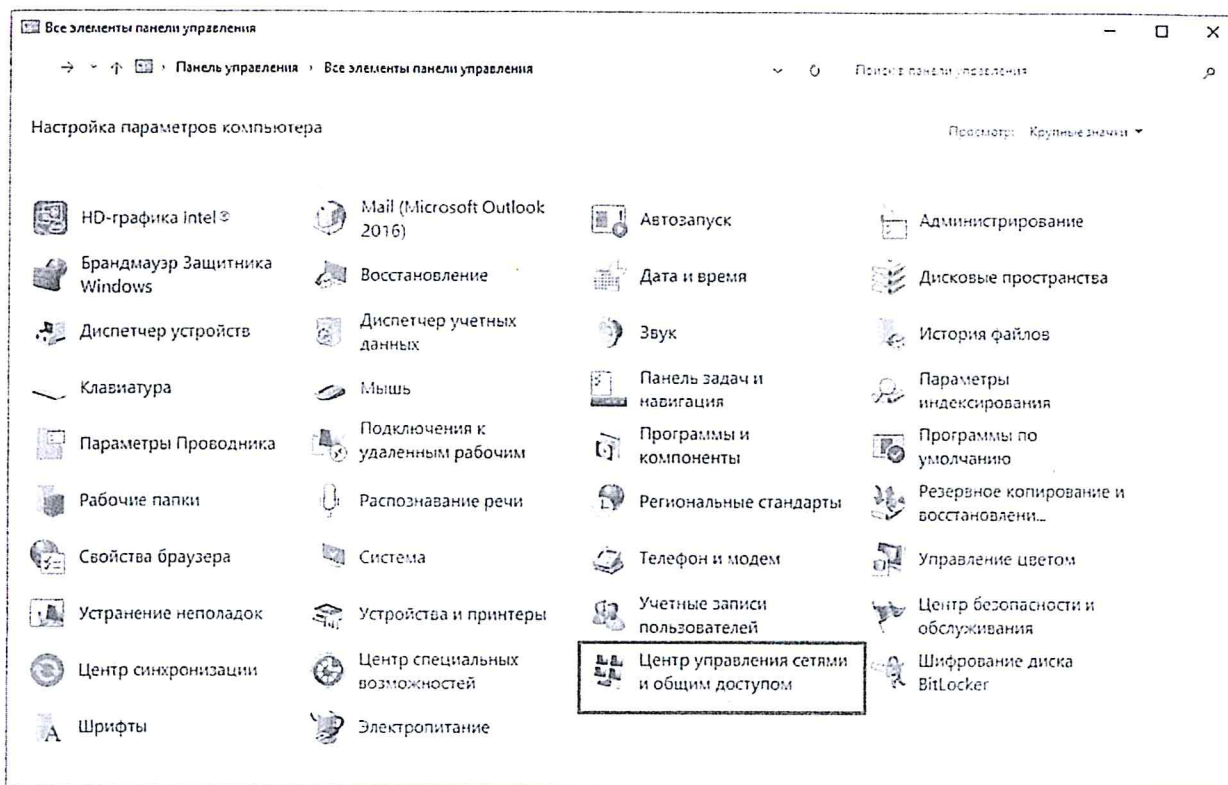

Рисунок 6 – Окно «Все элементы панели управления»
– в открывшемся окне «Все элементы панели управления» выбрать пункт «Центр управления сетями и общим доступом» (рисунок 6);
– в окне «Центр управления сетями и общим доступом» выбрать активную сеть и в строке «Подключения:» нажать ЛКМ на тип подключения «Ethernet» (см. рисунок 6);